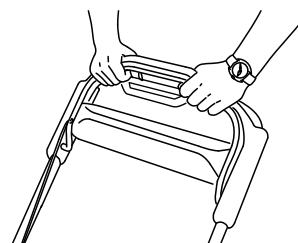

Figura 23
3. Tenete la barra di comando della lama contro la maniglia (Figura 23).